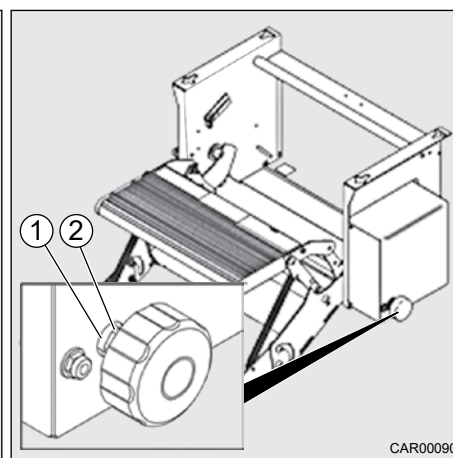

Fig. 189 Déverrouillage de secours
1. Visser l'écrou hexagonal (Fig. 189, pos. 2) contre l'écarteur (Fig. 189, pos. 1) jusqu'à ce que la marche bloquée soit déverrouillée.